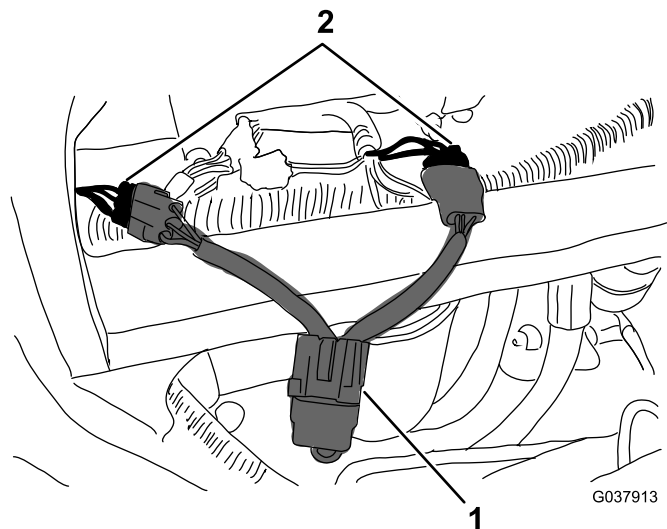

Bild 2
7. Setzen Sie die Leitungssicherung zwischen die beiden Anschlüsse ein (Bild 2).